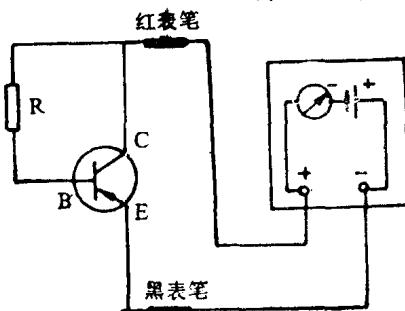

图 11
① 将万用表旋至 $R \times 100\Omega$ 或 $R \times 1k\Omega$ 档，红表笔接基极，用黑表笔分别测量另外两个管脚会出现一个阻值大一点，一个阻值小一点。阻值小的黑表笔所接管脚是集电极，阻值大一点的，黑表笔所接管脚是发射极。此法也适用于测 NPN 型三极管（黑表笔接至基极，红表笔分别接另外两只管脚）。
② 用手将基极和待判别的一个管脚捏在一起，但不要相碰（这就相当于在基极和待测的管脚之间接了一个几十千欧的电阻），用红表笔接触与基极捏在一起的这个管脚，用黑表笔接触另一个待测的管脚，测出电阻值。然后把两只待测的管脚对调，用同法再测量一次，两次测量中电阻值较小的一次，红表笔所接触的脚就是集电极，黑表笔所接的管脚就是发射极。这样测量的原因是，黑表笔实际上是万用表内部电源的正极，红表笔实际上是万用表内部电源的负极（指针式表是这样，数字表正好相反）。在集电极和基极之间串接一只电阻以后，再把黑表笔接发射极，红表笔接集电极。这就是共发射极电路的一种形式，如图 11 所示。由于发射结处在正向电压下，集电结处在反向电压下，所以发射极电流大部分流向集电极，故说明发射极与集电极之间的电阻很小。因此，阻值小的一次测量中，黑表笔所接触的是发射极，红表笔所接触的是集电极。